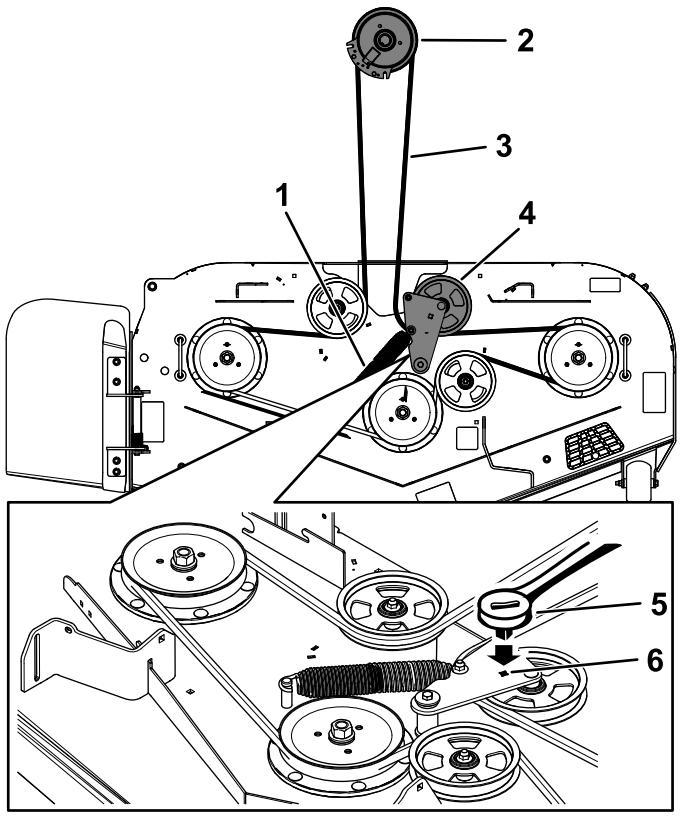

Figura 72
- Utilice una llave de carraca de $\frac{3}{8}$ " en el orificio cuadrado del brazo tensor para aliviar la tensión del muelle tensor (Figura 72).
- Instale la guía de la correa en el brazo tensor tensado con muelle (Figura 72).
- Pase la correa nueva alrededor de las poleas del cortacésped y de la polea del embrague, debajo del motor (Figura 72).
- Instale la guía de la correa en el brazo tensor (Figura 72).
- Utilizando la llave de carraca de $\frac{3}{8}$ " en el orificio cuadrado, instale el muelle tensor (Figura 72).